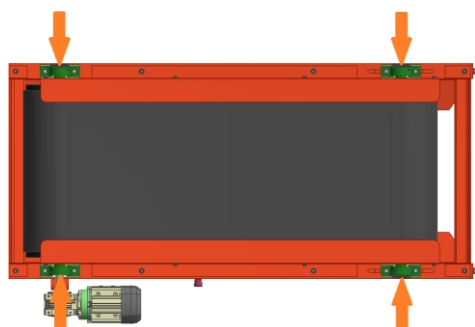

Figura 11
- Există 4 rulmenți pentru fiecare separator, după cum se indică în figura 11.